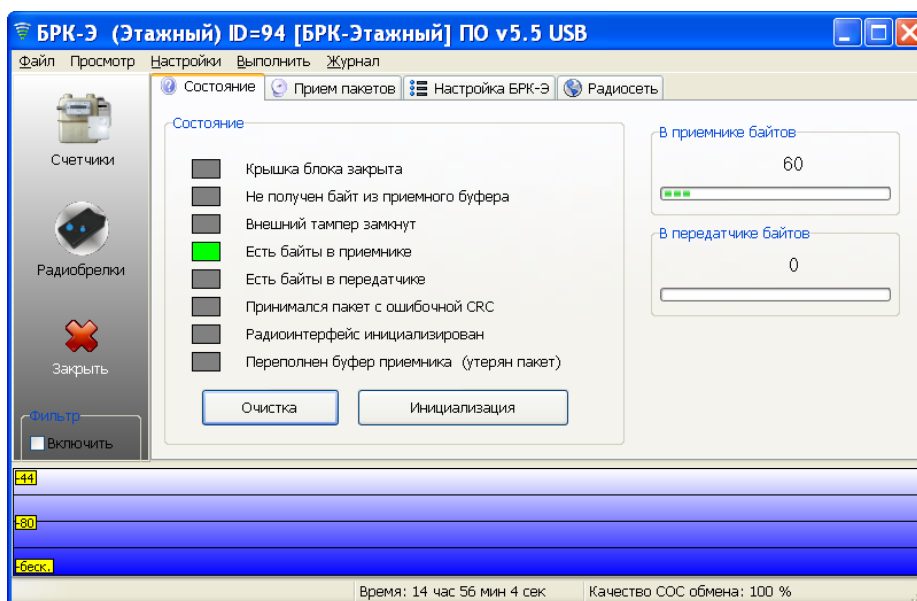

Рисунок 9 - Окно состояния виртуального БПК-Э
8) Выбрать в списке БРК-Э и нажать на кнопку «Тест» . Откроется окно состояния виртуального БРК-Э (рисунок 9).